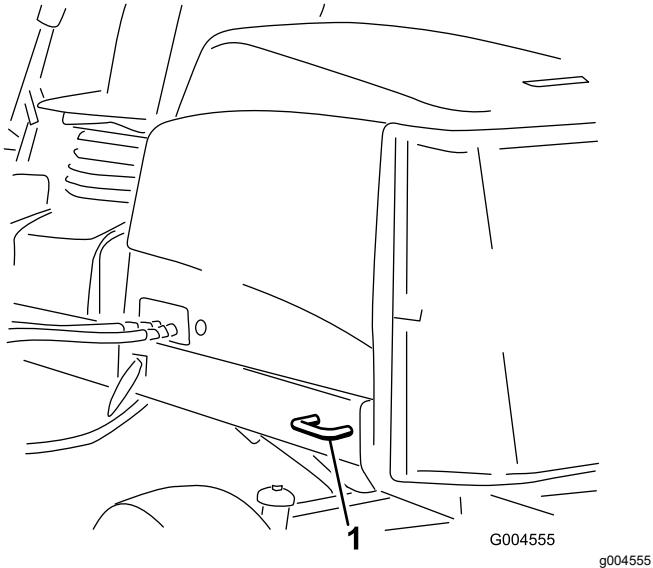

Figura 57
- **Parte traseira da máquina** — cada lado da máquina na estrutura traseira (Figura 57).